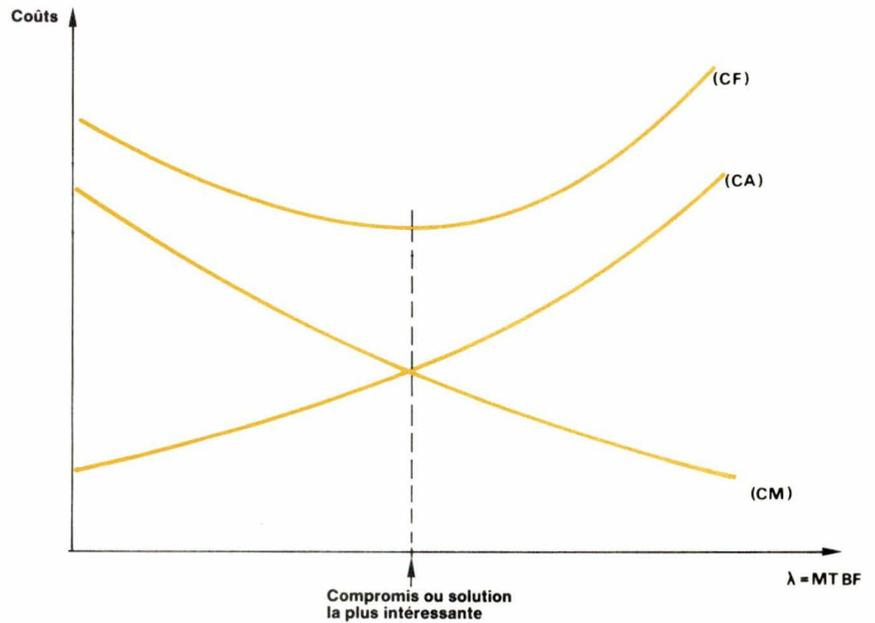

Fig. 8.
Il est important d'avoir à l'esprit les courbes de la **figure 8** qui traduisent, en fonction du temps moyen de bon fonctionnement (MTBF), les conséquences sur le prix final (CF) par rapport au prix d'achat d'un produit (CA) et son coût de maintenance (CM).